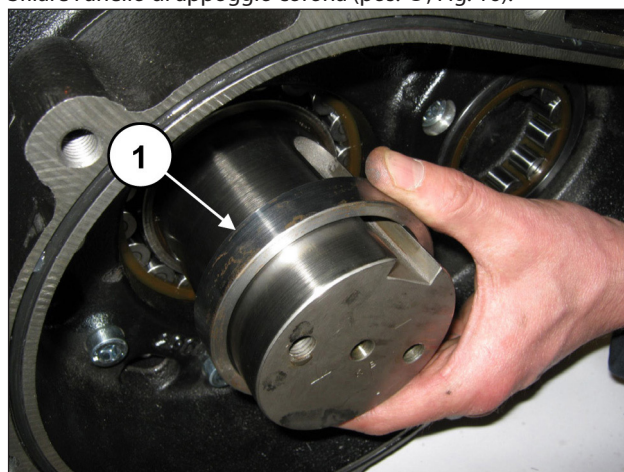

Fig. 16
Sfilare l'anello di appoggio corona (pos. ①, Fig. 16).